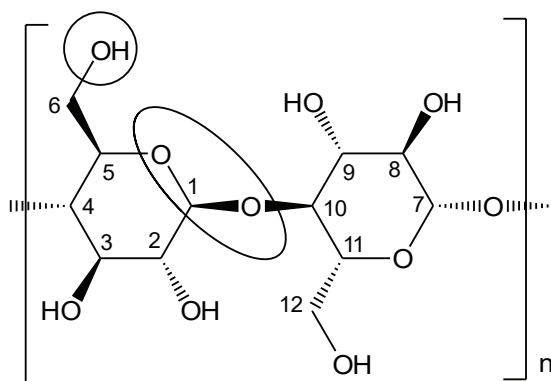

Figure 4 : Représentation du motif cellobiose de la cellulose.
Elles sont synthétisées à partir de la cellulose, qui est un biopolymère naturel trouvé par exemple dans le coton. La cellulose est un polymère dont le motif de répétition est le dimère cellobiose, représenté sur la figure 4.
**B1.** Nommer les deux fonctions entourées sur la figure 4.
**B5.** Indiquer le numéro des carbones asymétriques présents sur le motif cellobiose. Donner, en le justifiant soigneusement, la configuration du carbone n°11 sur la figure 4.
**B12.** Parmi les deux fonctions entourées en figure 4, indiquer laquelle peut réagir en milieu oxydant et nommer la nouvelle fonction obtenue en considérant une oxydation non ménagée.